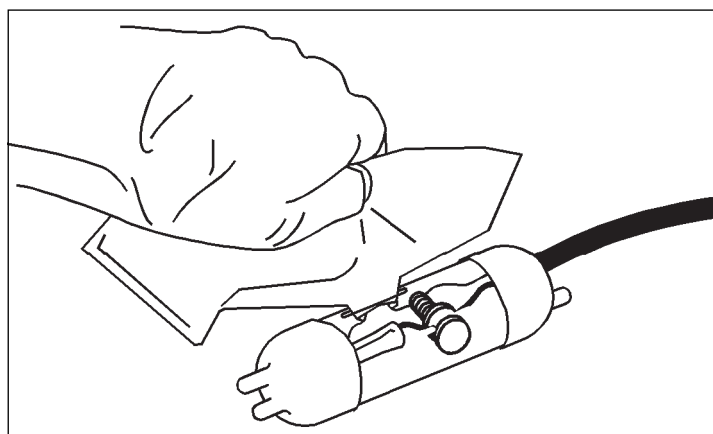

Abbildung 22. Dichtmasse in die Hülse gießen
8. Sobald sich die Mischung warm anfühlt, schneiden Sie sofort eine Ecke ab und füllen langsam die Plastikhülle. Füllen Sie nicht die gesamte Hülse aus. **Nicht überfüllen.** [Abbildung 22]